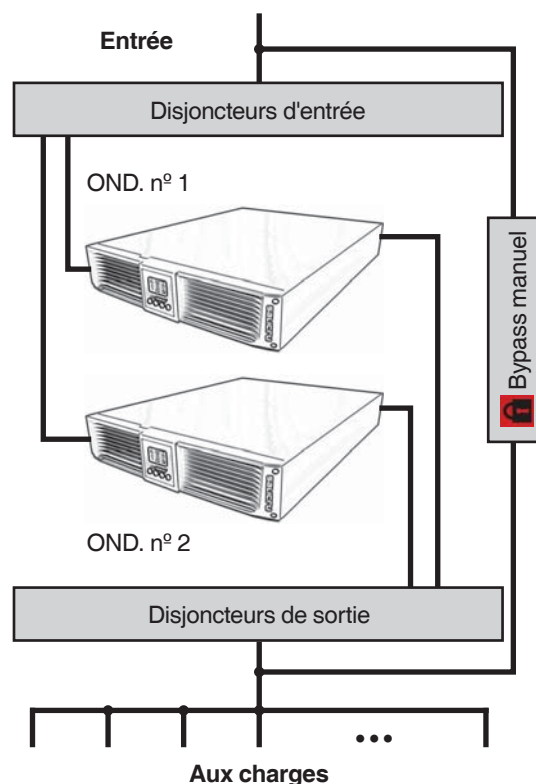

Fig. 16. Installation en parallèle de deux TWIN RT de 4 à 10 kVA avec tableau de protections et bypass manuel.
- Il est nécessaire de doter à l'installation des systèmes en parallèle d'un tableau avec des protections individuelles d'entrée, sortie et bypass statique (cette dernière seulement dans des installations où on veut utiliser la deuxième réseau), en plus d'un bypass manuel à blocage mécanique, voir des figures 16 et 17.
- Dans les figures 16 et 17 on représente la conception d'un tableau de protections avec bypass manuel pour un système en parallèle (seulement pour des modèles de 4 à 10 kVA), n'étant valide que pour un équipement en adaptant le nombre d'interrupteurs.